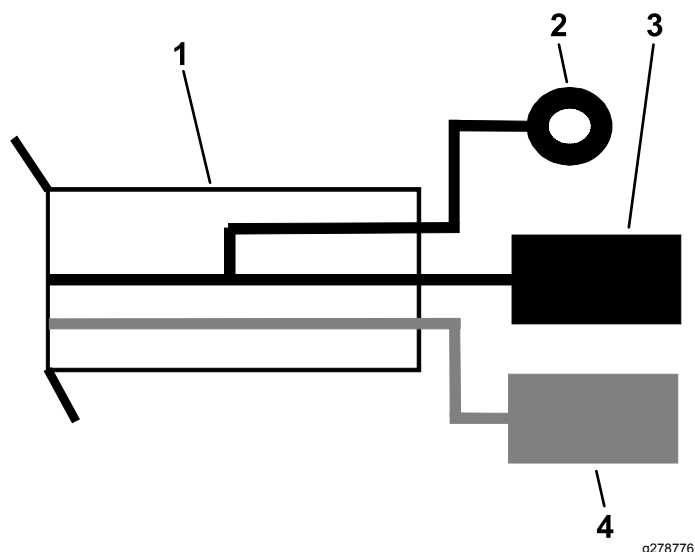

Figura 22
- Montate l'anello terminale nero sulla morsettiera di messa a terra della macchina (Figura 22).
- Inserite il filo di alimentazione rosso in uno slot vuoto del portafusibili della macchina (Figura 22).